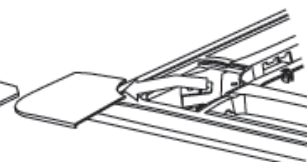

Fig. 5-11
- Desfaceti bolturile, eliberati cablul capacelor de fixare si scoateti-le. (Consultati fig. 5-11)